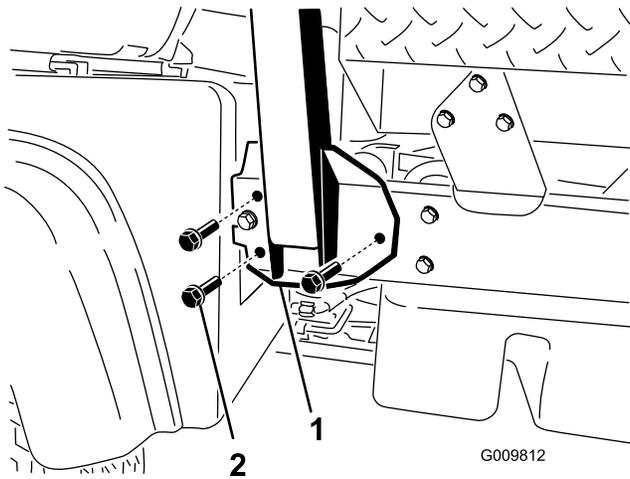

図4
1. ROPSの各サイドについている穴を、図 4 のように車両フレーム側面の取付け穴に揃える。